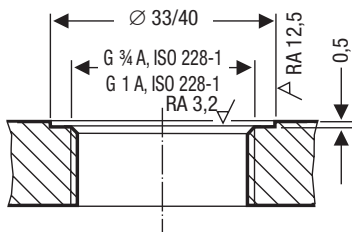

Рис. 12
- Уплотнительные поверхности крышки фланца должны быть качественно технически обработаны согласно **рис. 12!**
7. Проверить уплотнительные поверхности. **Рис. 12**